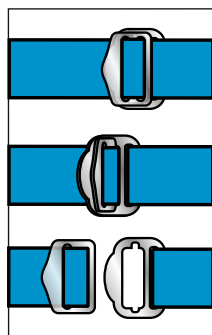

рис. 5
5. Застегнуть пряжку на нагрудной лямке (**рис. 5**).